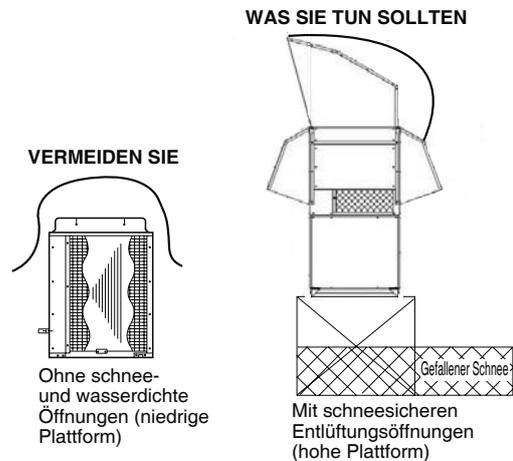

Abb. 2-10
In Gebieten mit starkem Schneefall muss die Außeneinheit mit einer festen, erhöhten Plattform und schneegeschützten Belüftungsöffnungen versehen werden. (Abb. 2-10)
- a) Die Plattform muss höher als die maximale Schneetiefe sein. (Abb. 2-10)